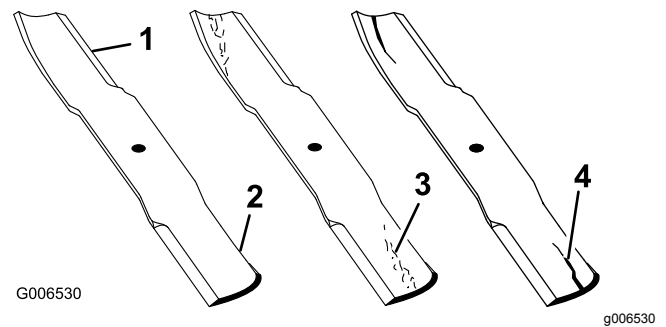

Figura 87
1. Controllate i taglienti (Figura 87).
4. Se notate incrinature, usura o scanalature in questa zona, montate immediatamente una nuova lama (Figura 87).